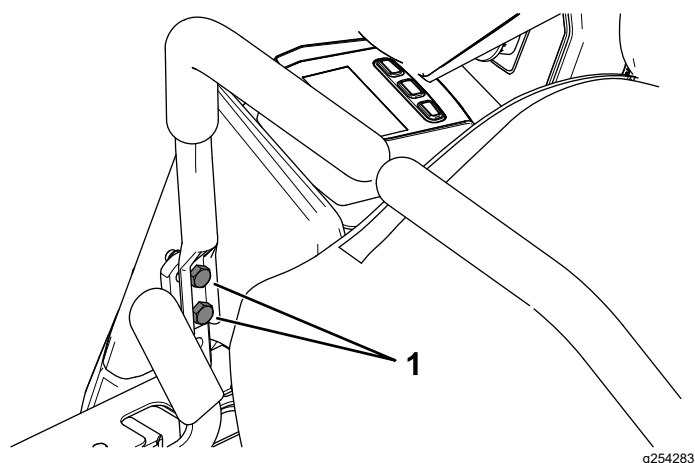

Figura 53
12. Apriete los 2 pernos de montaje de la palanca de control de movimiento (Figura 53).
10. Si es necesario alinearlas, afloje los 2 pernos de montaje de la palanca de control de movimiento del lado que está mal alineado (Figura 53).